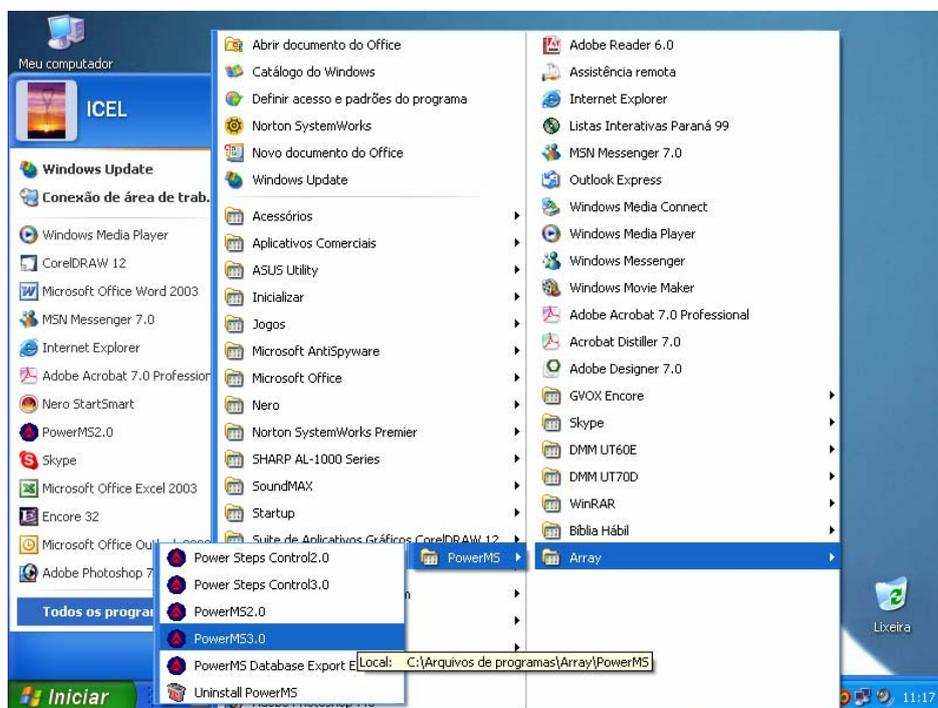

Fig. 17 Tela de Inicialização do Sistema.
5.2.1. Na tela correspondente à Fig. 17, selecione a pasta “Iniciar\Programas\Array” e então, clique em “PowerMS3.0”, no menu.